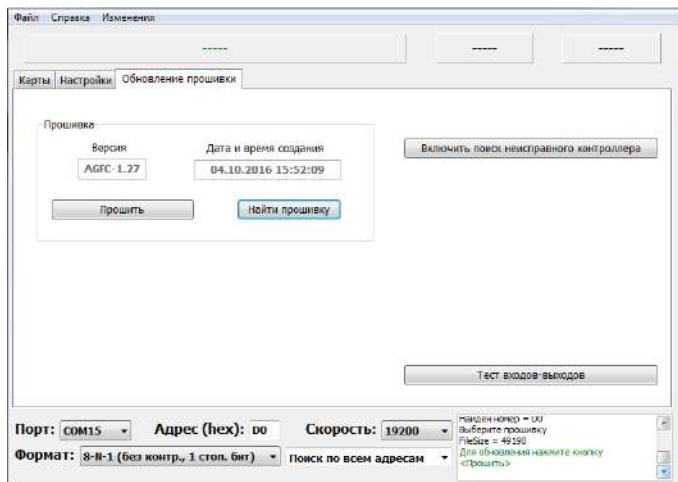

Рис.22. Чтение файла прошивки.
5. Далее выбрать файл прошивки, нажав кнопку «Найти прошивку». Файл прошивки должен иметь формат .egaw. После выбора файла на вкладке отобразится информация об этом файле: версия, дата и время создания (Рис.22).